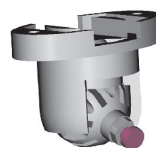

Рисунок 2 - Основание извещателя и кронштейн
- снимите крышку извещателя, отжав при помощи отвертки фиксатор крышки через отверстие расположенное в нижней части основания извещателя (рисунок 2);
- просверлите в основании извещателя отверстия (см.рисунок 2), которые будут использоваться для прокладки проводов и крепления извещателя;